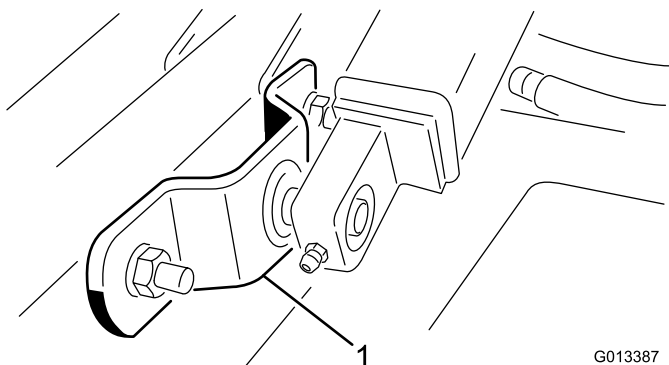

Figura 8
11. Retire os parafusos, anilhas e porcas que fixam cada braço de elevação aos tubos do braço da roda giratória da unidade de corte (Figura 8).